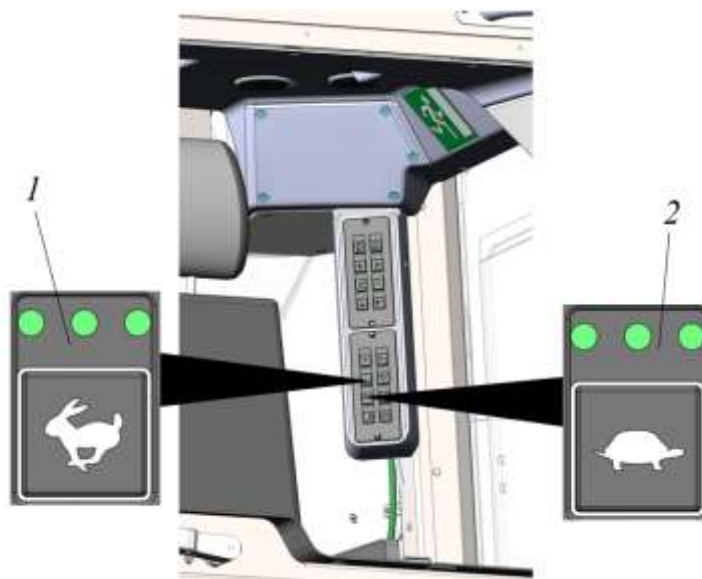

Рисунок 3. 50 Выбор диапазонов изменения передаточного отношения
- Для выбора требуемого режима необходимо остановить машину, если она была в движении, и нажать соответствующую кнопку режима 1 или 2, см рис. 3. 50.